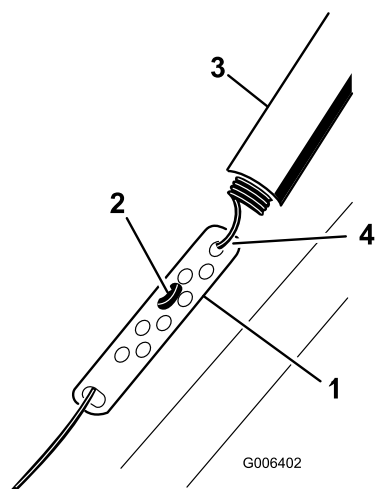

Figure 9
1. Remontez la protection du ressort et décrochez le ressort de la biellette de réglage (Figure 9).
2. Accrochez le raccord en Z à un trou plus haut ou plus bas sur la biellette de réglage de manière à obtenir un écart de 2 à 3 mm (1/16 à 1/8 po) entre la barre de commande et le guidon (Figure 9).